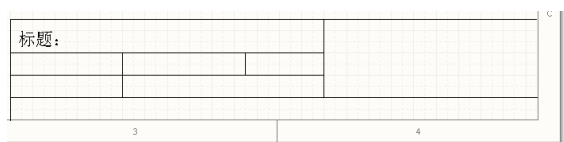

图 2.60 输入标题
(8) 单击工具栏中的绘图工具按钮, 在弹出的工具面板中选择添加标注工具按钮, 按键盘上的“Tab”键, 打开“Annotation”对话框, 然后设置文字的颜色为黑色, 字体为“小二”, 文字内容为“标题:”, 单击“OK”按钮。然后将文字移动到如图 2.60 所示的位置。